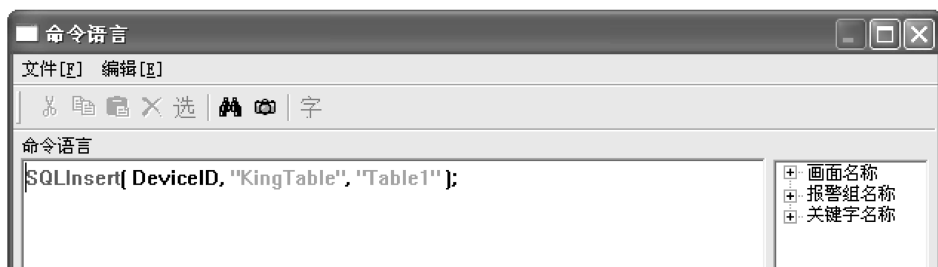

图 8-42 插入记录命令语言
- 2) 在按钮的弹起事件中输入命令语言，如图 8-42 所示。